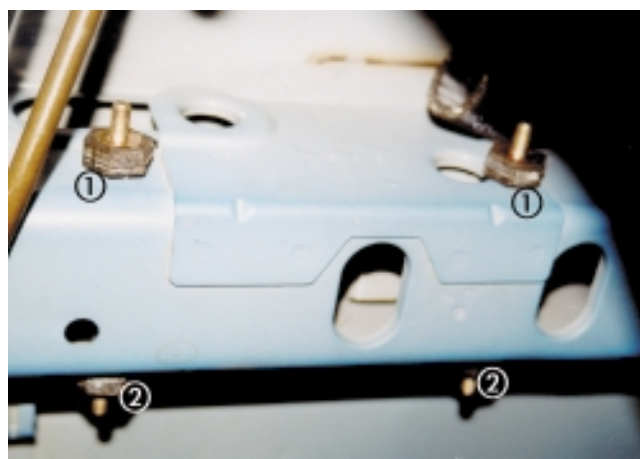

Bild 4
- ① Einziehmutter M 6
- ② Aufgeschweißtes Verstärkungsblech
**Vier Gummipuffer montieren** (siehe Bild 4)